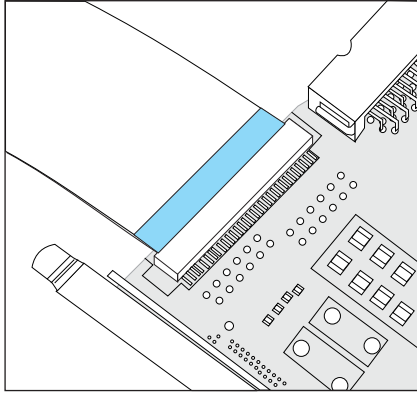
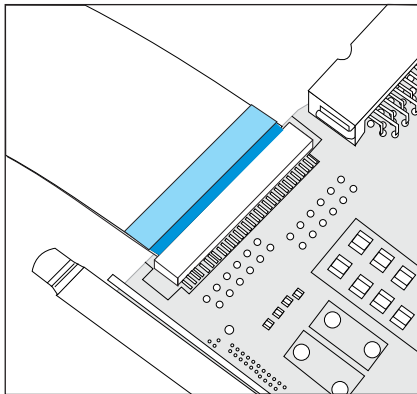
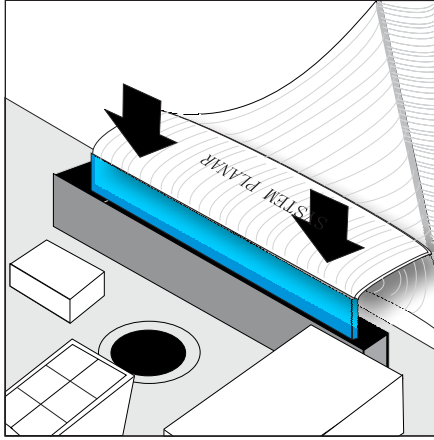

图 90. 服务控制器卡电缆已安装好
图 91. 服务控制器卡电缆尚未适当归位
图 93. 将服务控制器卡电缆装入系统板
- b. 在您重新连接扁平电缆前，确保它的触点是向下的。将电缆“小心地”安装到服务控制器后面，确保电缆是笔直装入（安装时电缆未摆动或者扭转）。请务必验证电缆接口端的深蓝色线不可见。这能保证电缆完全归位。请参阅第 164 页的图 90 和第 164 页的图 91。
- c. 要重新安装电缆，请“小心地”将扁平电缆（标记为“System Planar”）的一端安装到系统板，并确保将电缆笔直装入。请参阅第 167 页的图 93。现在，将扁平电缆送入要安装服务控制器的开口，将电缆的另一端（标记为“Controller Card”）从 SAN Volume Controller 底盘的前端拉出。接下来，“小心地”将电缆另一端安装到服务控制器后面，确保是将电缆笔直装入（安装时电缆未摆动或者扭转）。将 ATA 电缆安装到服务控制器后面。小心地安装服务控制器，同时确保电缆滑入底座时没有被损伤。请务必验证电缆接口端的蓝色线不可见。这能保证其完全归位。请参阅第 164 页的图 90 和第 164 页的图 91。